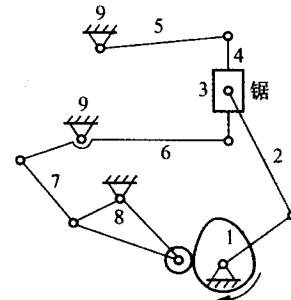

图 1-13 题 1.5.7 图
1.5.7 求出图 1-13 所示机构的自由度,用高副替代低副并拆分杆组。